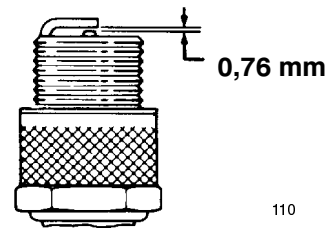

Figure 30
- Réglez l'écartement des électrodes de la bougie neuve à 0,76 mm (Fig. 30).